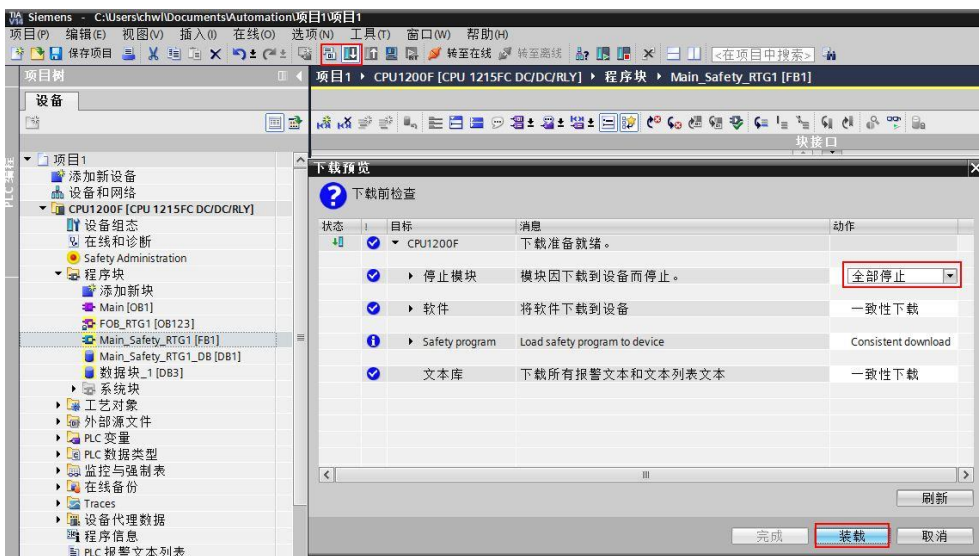

图 2-20 编译保存下载（1200F 为例）
7) 将两个 PLC 的程序进行编译，然后下载到 PLC，如图 2-20。